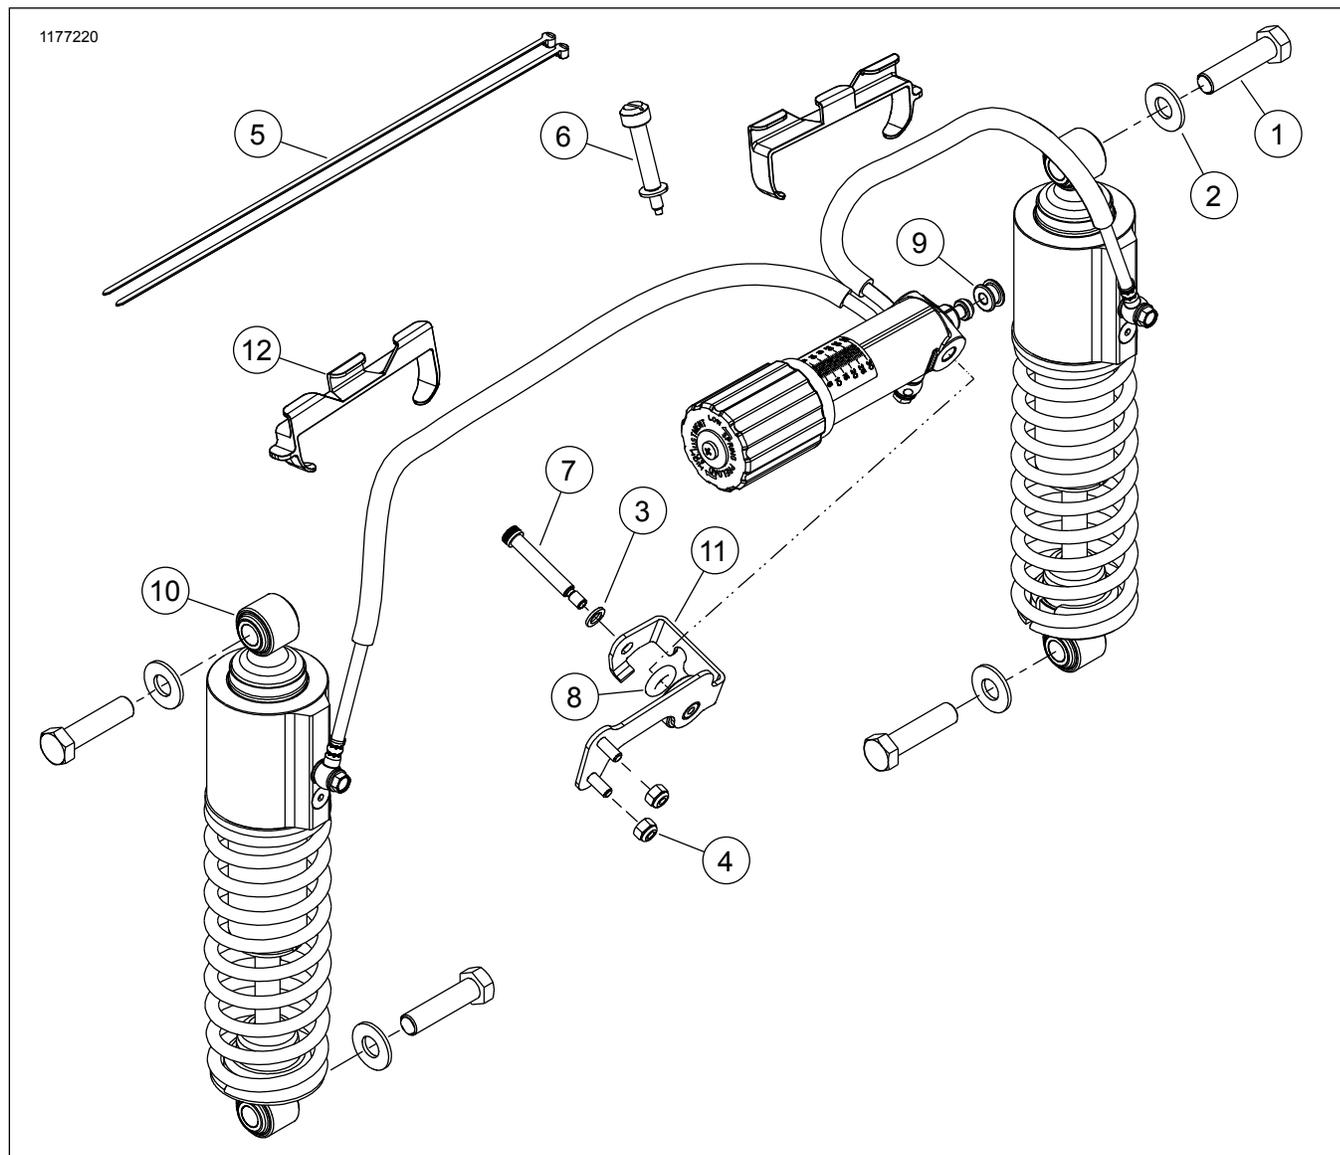

Figure 7. Pièces de rechange
Consultez Figure 7 . Enfoncez l'œillet (9) dans la base du réglEUR.
2. Placez le joint torique (8) à l'intérieur de la coupelle du support de montage (11) du réglEUR.
4. Installez la rondelle (3) et la vis à épaulement (7). Serrez.